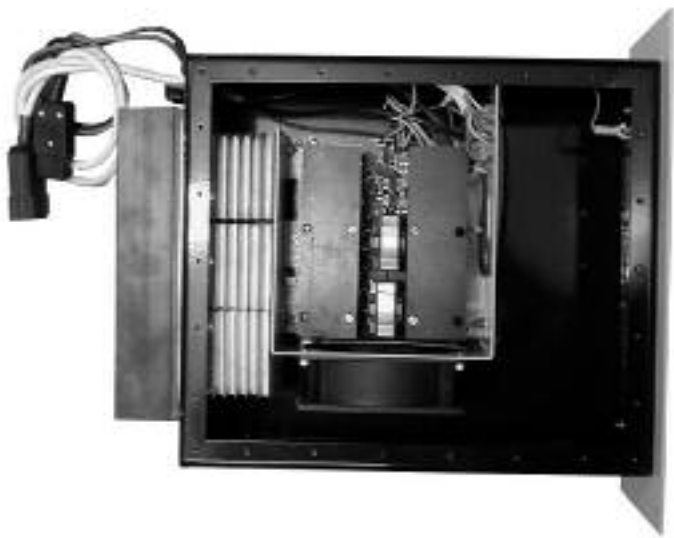

Рисунок 2. Блок питания ИП2420С со снятой боковой крышкой
5.2 Модульный блок питания **ИП2420С** представляет собой автономную электропитающую установку и является базовым элементом ИБП. Аппаратно он состоит из платы корректора мощности и платы импульсного преобразователя напряжения и имеет внутреннее принудительное воздушное охлаждение (см. рисунок2). Наличие в ИП2420С корректора коэффициента мощности позволяет получить его КПД не менее 0,98.